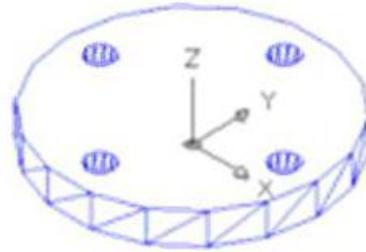

图 11-6 三维图形的环形阵列
在命令行的“输入阵列类型 [矩形 (R) / 环形 (P)] <矩形>:”提示下，选择“环形 (P)”选项，可以以环形阵列方式复制对象，此时需要输入阵列的项目个数，并指定环形阵列的填充角度，确认是否要进行自身旋转，然后指定阵列的中心点及旋转轴上的另一点，确定旋转轴，如图 11-6 所示。